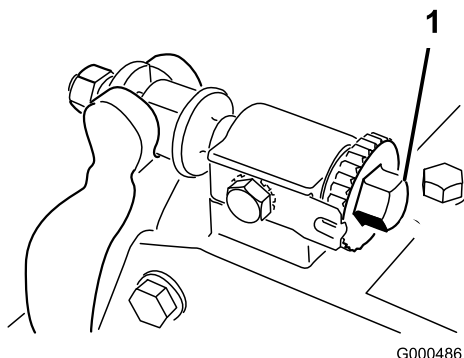
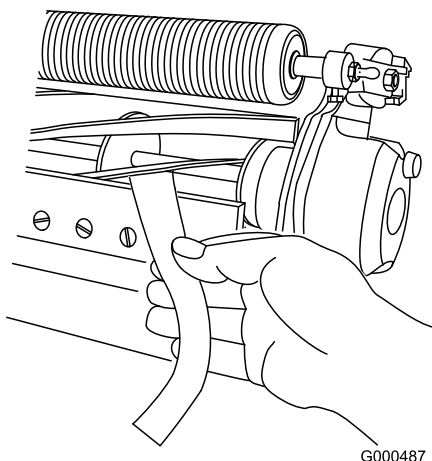

Bild 54
Bild 55
2. Stellen Sie sicher, dass die Spindel das Untermesser nicht berührt. Drehen Sie die Einstellschrauben des Untermesserträgers nach links (Bild 54).
4. Führen Sie an einer Seite der Spindel einen langen Streifen Papier zwischen der Spindel und dem Untermesser ein (Bild 55). Drehen Sie die Einstellschraube des Untermesserträgers, während Sie die Spindel langsam vorwärts drehen, nach rechts (am selben Ende der Spindel) (Bild 54), jeweils um einen Klick, bis das Papier fest gehalten wird, wenn Sie es von vorne parallel zum Untermesser einführen. Wenn das Papier gezogen wird, sollten Sie einen leichten Widerstand spüren.
6. Vergewissern Sie sich nach dieser Einstellung, dass die Spindel Papier einklemmen kann, das von vorne eingeführt wird, und Papier schneiden kann, das senkrecht zum Untermesser eingeführt wird (Bild 55). Papier müsste sich mit minimalem Kontakt zwischen Untermesser und Spindelmessern schneiden lassen. Wenn der Spindelwiderstand zu hoch ist, müssen Sie das Mähwerk läppen oder fräsen, um die für genaues Schneiden erforderlichen scharfen Kanten zu erhalten (weitere Informationen finden Sie in der Toro Bedienungsanleitung für das Schärfen der Spindeln).